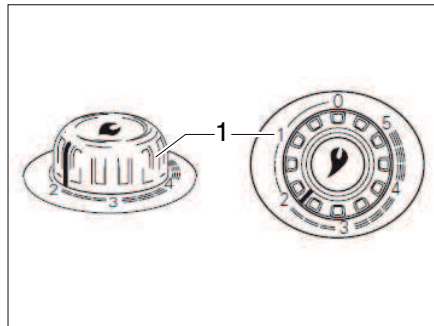

Fig. 98 Regulador giratorio en la calefacción de aire caliente
- Ajustar el regulador giratorio en la calefacción (Fig. 98,1) al valor deseado y bajar hasta el tope.
- Situar el regulador giratorio de la calefacción (Fig. 98,1) en "0". El dispositivo automático de encendido se desconecta al mismo tiempo.
- ▷ Puede obtenerse información adicional en las instrucciones de uso independientes "Truma S 3004 (P) / S 5004".